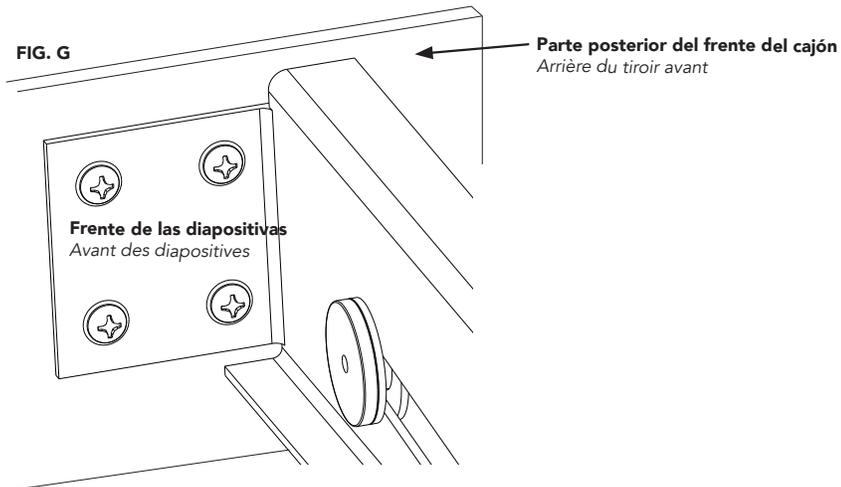

FIG. H-1
With the drawer front attached re-install the board and attach the front wire support in place by attaching the support brackets to the drawer head using (4) #8 x 5/8" flat head screws (See Figure H-1 and H-2).
Une fois le tiroir fixé, réinstaller la planche et fixer l'étrier avant en attachant les supports à la façade du tiroir à l'aide de 4 vis à tête plate n.º 8 - 0,625 po (1,59 cm) (Voir les figures H-1 et H-2).